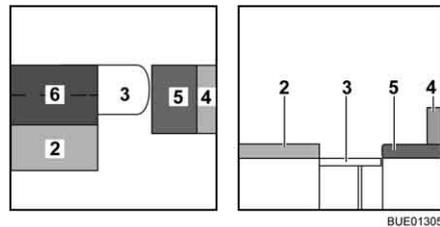

Bild 122 Während des Umbaus
- Das Zusatzpolster (Bild 122,6) aufklappen und auf den Tisch legen.